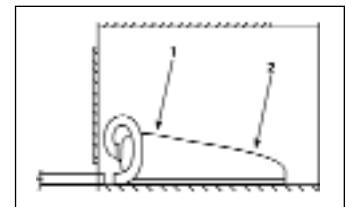

Abb. 9
5.6 Alle Ventile mit Fussschalter (siehe Abb. 9)